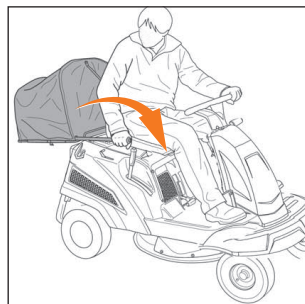

Рис. 31
- Нажмите рычаг в направлении хода, чтобы открыть травосборник (Рис. 31).